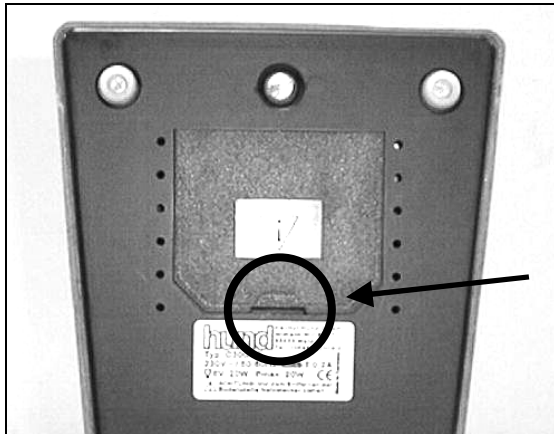

Abb. 44: Stativfuß mit Abdeckklappe Beleuchtung. Pfeil: Entriegelung.
- Abdeckklappe der Beleuchtung durch Einführen eines Schraubendrehers öffnen (Abb. 44).